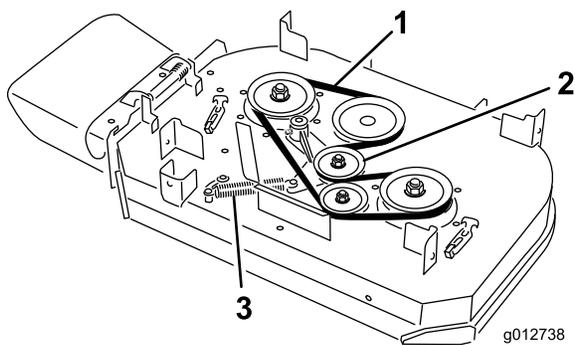

図 64
4. アイドラプリーのアームについているアンカーポストからスプリングを取り外す **図 64**。
5. ベルトを取り外す **図 64**。
6. デッキプリーとイドラプリーに新しいベルトを掛け回す **図 64**。
7. アイドラプリーのアームについているアンカーポストにスプリングを取り付ける **図 64**。
4. アイドラプーリのアームについているアンカーポストからスプリングを取り外す 図 64。
5. ベルトを取り外す 図 64。
6. デッキプーリとアイドルプーリに新しいベルトを掛け回す 図 64。
7. アイドラプーリのアームについているアンカーポストにスプリングを取り付ける 図 64。
5. アイドラプーリのアームについているアンカーポストからスプリングを取り外す 図 64。
6. ベルトを取り外す 図 64。
7. デッキプーリ、クラッチプーリ、およびアイドルプーリに新しいベルトを掛け回す 図 64。
8. アンカーポストにスプリングを取り付ける 図 64。